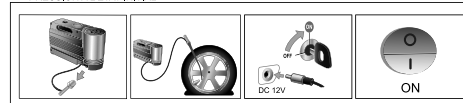

fig. 155
- ☐ un folleto informativo (ver fig. 155), para utilizar correctamente el kit de reparación rápida. El folleto deberá entregarse al personal que manipulará el neumático tratado;